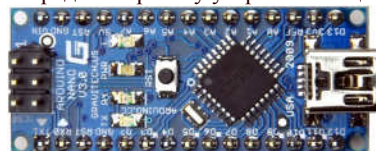

Рис. 3 Модуль микроконтроллерный
3. **Модуль микроконтроллерный** (рис. 3) является мозговым центром радиоприемника. Управляя другими модулями и реагируя на ваши действия: нажатия кнопок, регулировку звука, настройку радиостанций, – он определяет работу устройства в целом.